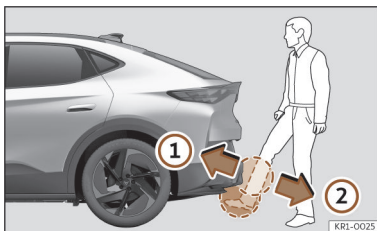

Fig. 79 Porta da bagageira com abertura controlada por sensor (Easy Open)
- Com um movimento rápido, aproxime o pé e a parte inferior da perna o mais possível ao para-choques. A parte inferior da perna tem que aproximar-se da zona do sensor superior, e o pé da zona do sensor inferior >>> **Fig. 79 ①**.
- Retire rapidamente o pé e a parte inferior da perna das zonas dos sensores >>> **Fig. 79 ②**. A porta da bagageira abre-se automaticamente.